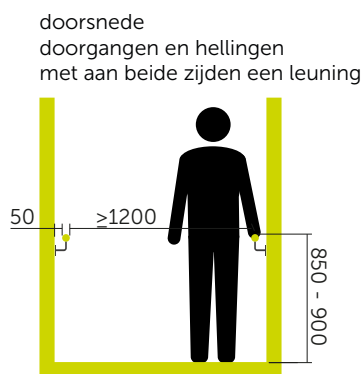

fig 40 Leuningen toegepast in doorgangen en bij hellingen verbeteren de toegankelijkheid.
- Aan beide zijden van de trap en tussenplateau's doorlopende trapleuning. (fig 40)